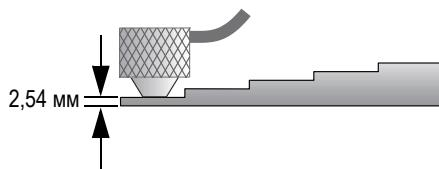

Рис. 5-6 Калибровка скорости звука на тонкой части 5-ступенчатого образца
- b) Установите преобразователь на тонкой части тестового образца (см. Рис. 5-6 на стр. 69), затем нажмите **[CAL ZERO]**.